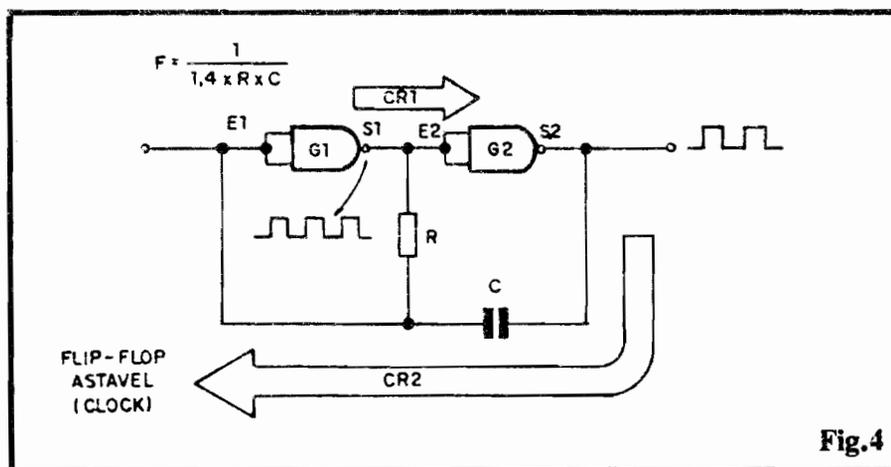
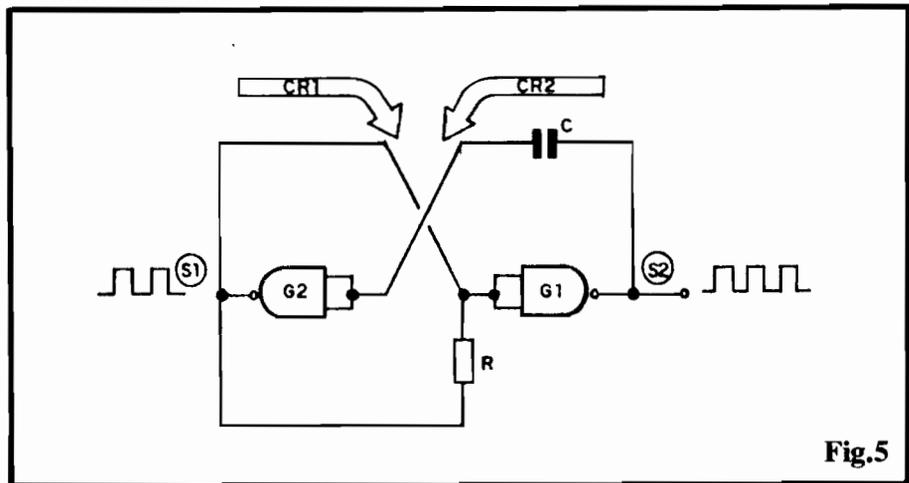
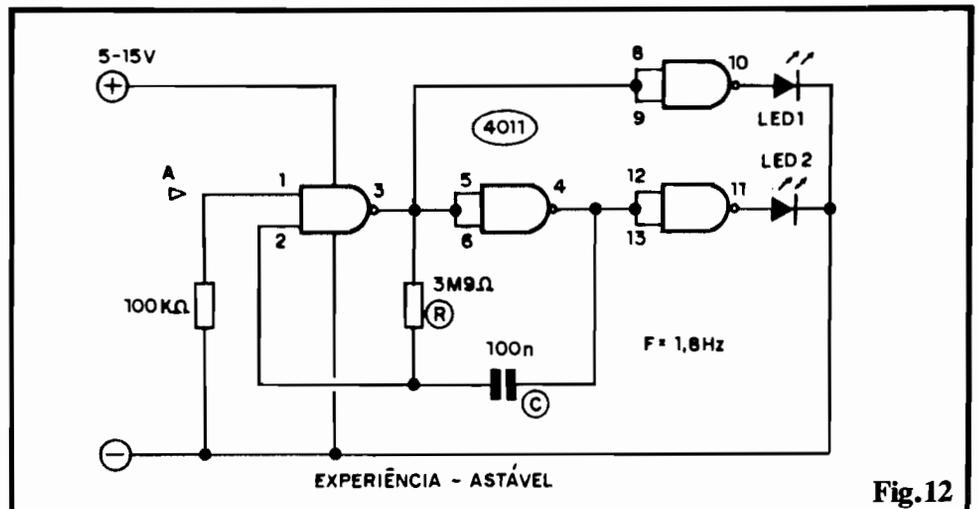

Fig.4
Fig.5
Fig.12
- FIG. 4 - FLIP-FLOP ASTÁVEL (CLOCK) COM GATES C.MOS - Usando, por exemplo, dois gates NAND contidos num C.MOS 4011, é muito simples a elaboração de um ASTÁVEL ou CLOCK... Notem que - no caso - ambas as Entradas de cada um dos gates foram "juntadas", fa-
- FIG. 5 - CONFIRMANDO A ESTRUTURA SIMÉTRICA DO ASTÁVEL COM GATES C.MOS - Para ficar mais fácil perceber a semelhança estrutural do circuito da fig. 1 com o da fig. 4, desenhamos este último de outra maneira (mas mantendo as conexões elétricas rigorosamente como estão na fig. 4). Observem, então, a simetria da "gangorra" elétrica, Entradas, Saídas, percursos de realimentação, etc. É mais comum, nos "esquemas", vermos o ASTÁVEL com gates desenhado nos moldes da fig. 4, porém o Leitor/"Aluno" deve sempre reconhecer nele, a estrutura simétrica mostrada na fig. 5...
- FIG. 12 - (EXPERIÊNCIA) - ASTÁVEL - Monte o circuito, no **proto-board**, de acordo com o esquema, ligue a alimentação e verifique o funcionamento, que mostrará ambos os LEDs piscando alternadamente, numa Frequência de aproximadamente 1,8Hz (quase duas alternâncias por segundo...). Se quiser, experimente mudar os valores de R e/ou de C, observando o **quê** tais alterações "fazem" com a Frequência de alternância na iluminação dos LEDs... Procure, também, descobrir "o **quê**" os **gates** delimitados pelos pinos 8-9-10 e 11-12-13 estão "fazendo" no circuito (já que no diagrama básico do ASTÁVEL - fig. 4), tais **gates** não estão presentes...).